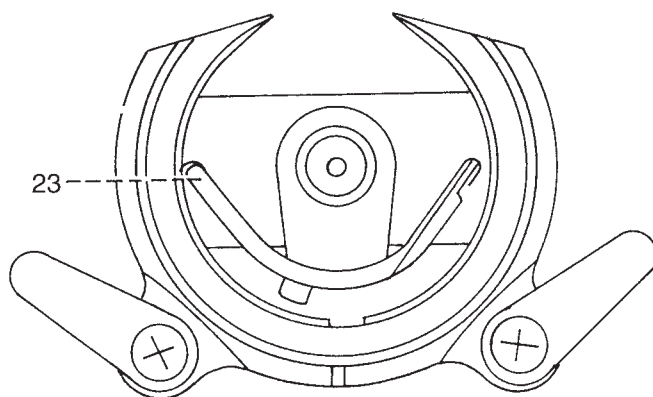

Рис. 17
- Поверните толкатель челнока, чтобы оба его поводка 23 были одинаково направлены вверх (рис. 17).